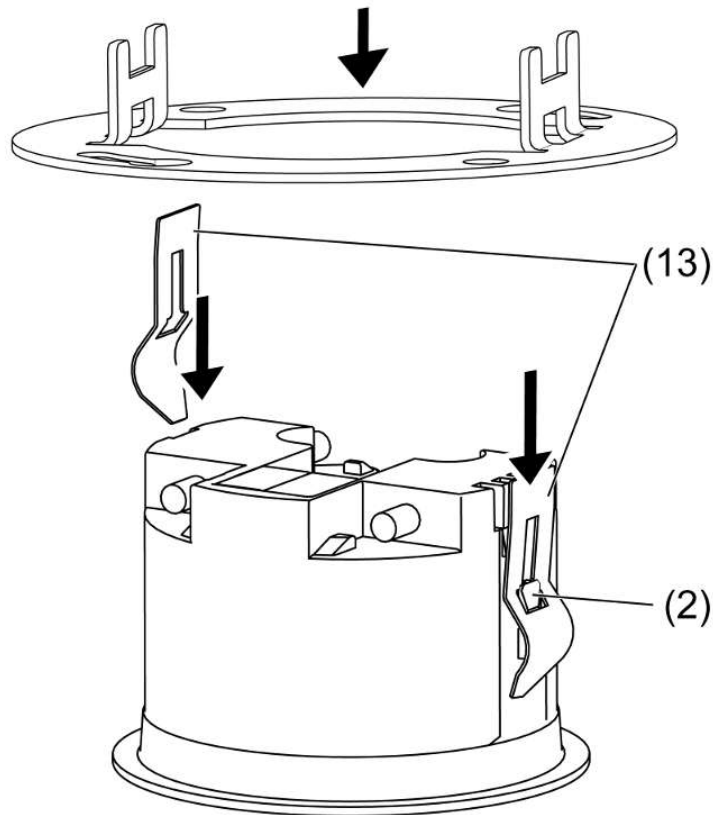

Figure 10
- Pousser les pinces de serrage (13) sur les guidages (2) par l'arrière tel que cela est représenté, jusqu'à ce qu'elles s'encliquètent (voir figure 10).